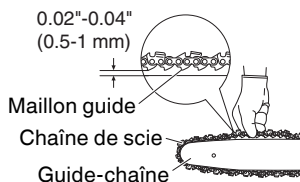

Fig. 11
6. Contrôle de la tension de la chaîne (Fig. 11)